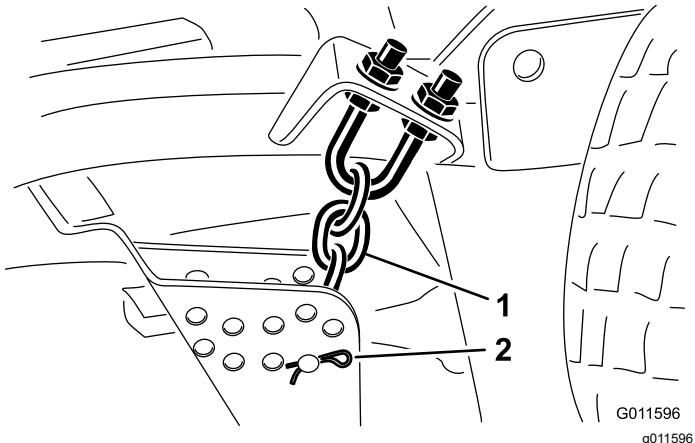

Figure 22
- Enlevez la goupille fendue et l'axe de chape qui fixent les chaînes de hauteur de coupe à l'arrière de l'unité de coupe (Figure 22).